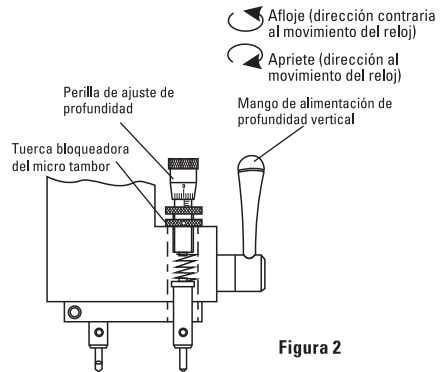

Figura 2
- Coloque dos llaves vírgenes idénticas en las mordazas y asegúrelas apretando las manijas de fijación de las mordazas (12).
- Presione lentamente hacia abajo el mango de alimentación vertical. Haga que la guía toque ligeramente la superficie de la llave virgen. Ahora apriete el tornillo de seguridad (figura 2).
2. Gire la perilla de ajuste de profundidad vertical en el sentido de las manecillas del reloj (Figura 2) hasta que el resorte esté completamente comprimido.
4. Instale el cortador en el agujero del eje, baje lentamente la manija de alimentación vertical hasta que la tarjeta se encuentre precisamente entre la guía y la prensa, entonces apriete el tornillo de seguridad de profundidad (Figura 2) girándolo en sentido de las manecillas del reloj.